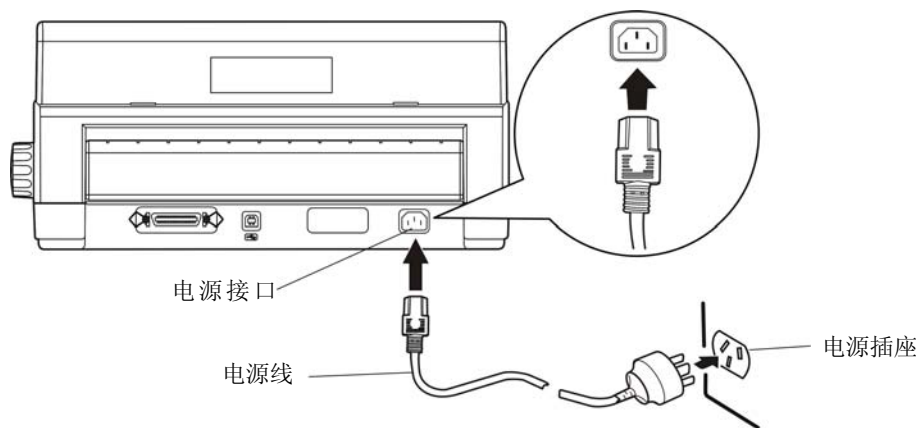

图 2-16 连接电源线到打印机
4. 将电源线的另一端插进带地线的电源插座（如图 2-16 所示）。